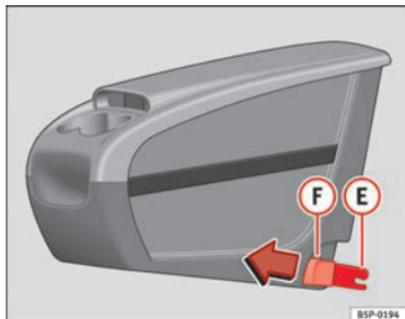
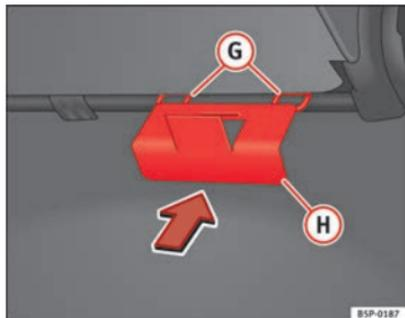

Fig. 112 Cassetto portaoggetti estraibile. Montaggio
Fig. 113 Piastra di fissaggio del cassetto portaoggetti estraibile
- Collocare dall'interno del veicolo la piastra di fissaggio (H) ⇒ fig. 113 del cassetto portaoggetti estraibile, facendolo passare attraverso la parte posteriore del sedile. Deve essere collocato fra lo schienale e il piano del sedile, nella zona del posto centrale.
- Agganciare i due pezzi di fissaggio (E) ⇒ fig. 112, con i due occhielli di fissaggio (G) ⇒ fig. 113 e premere con forza fino a quando le due pinze si incastrano completamente con gli occhielli.
- Tirare in avanti entrambi i pulsanti ⇒ fig. 112 (F) delle pinze (pulsanti rossi), fino a quando non si sente lo scatto.